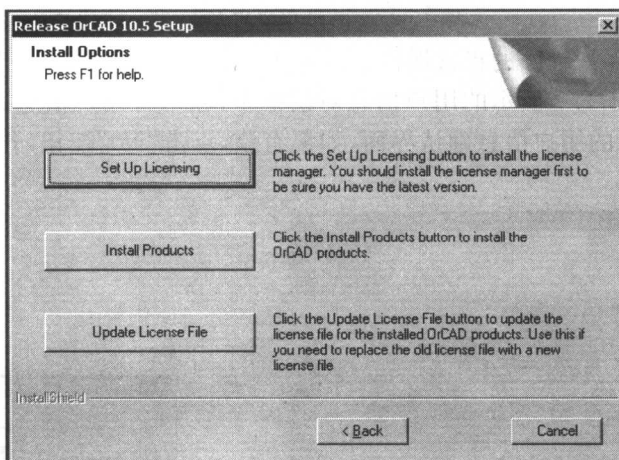
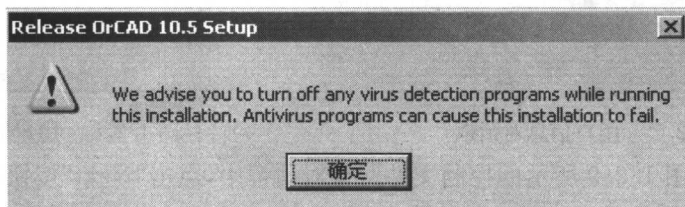

图 1.2.3 安装界面
图 1.2.4 提示界面
(3) 在弹出的如图 1.2.3 所示的安装界面中选择“Install Products”选项后,会出现如图 1.2.4 所示的提示界面,提示关闭所有在运行的查杀病毒程序,关闭病毒防火墙并单击图 1.2.4 中的“确定”按钮。